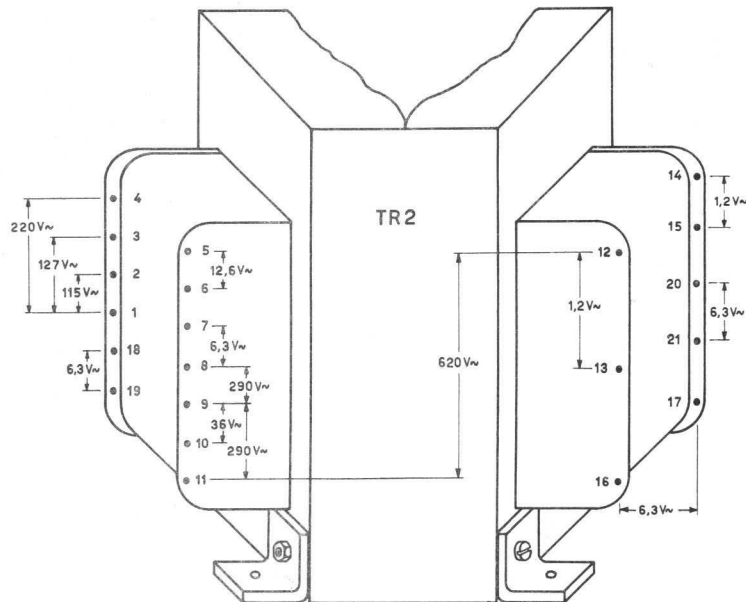

fig. 12
4.7. Transformatoropstelling (zie fig. 12)